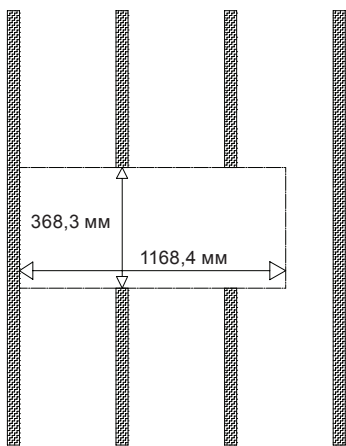

Рисунок 15
2. Полностью прорежьте стойки, которые находятся на месте, необходимом для SCL-2 (рис. 15). **ЗАРАНЕЕ УБЕДИТЕСЬ В ТОМ, ЧТО ОНИ НЕ ЯВЛЯЮТСЯ НЕСУЩИМИ.**